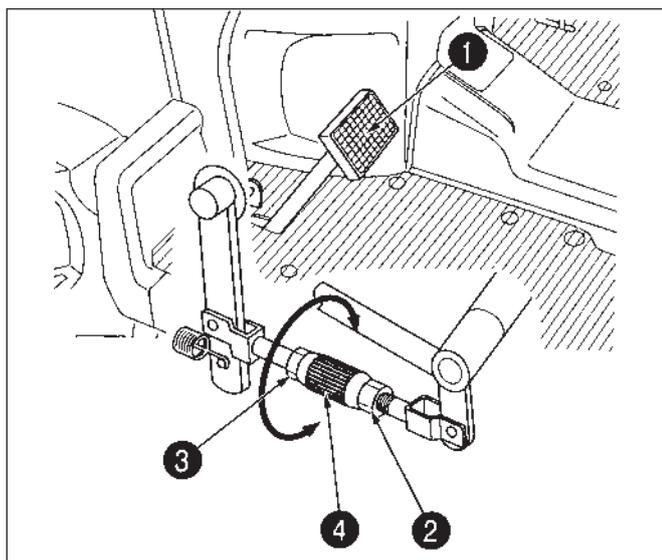

FIG. 6-36
**FIG. 6-36:** Pour régler la garde d'embrayage, localisez la tringle sous le marchepied gauche et desserrez l'écrou de blocage (2) (filet droit) et le contre-écrou (3) (filet gauche). Tournez le manchon de serrage (4) de la tringle pour obtenir la garde correcte.